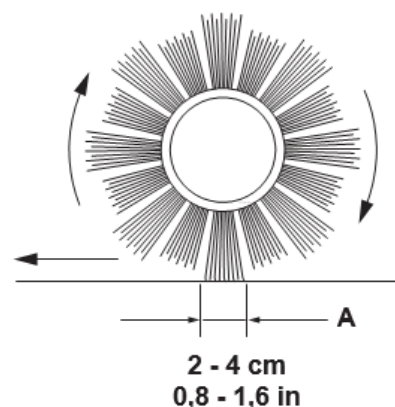

Figura 18
5. Verifique a largura da marca da escova no solo (A, Figura 18), que deve estar entre 2 e 4 cm.
6. Se a largura da marca da escova (A, Figura 18) não estiver dentro das especificações, ajuste a altura da escova principal seguindo as etapas a seguir.
Se a marca (A, Figura 18) não puder ser ajustada corretamente devido ao comprimento diferente das cerdas, resultando em pressão diferente no chão, consulte o Manual de assistência.